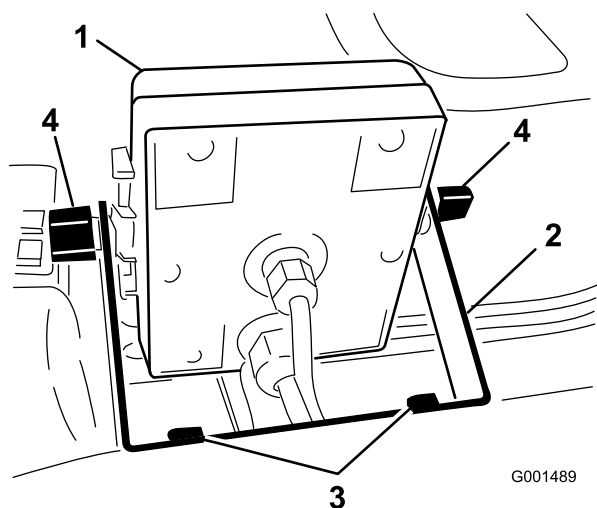
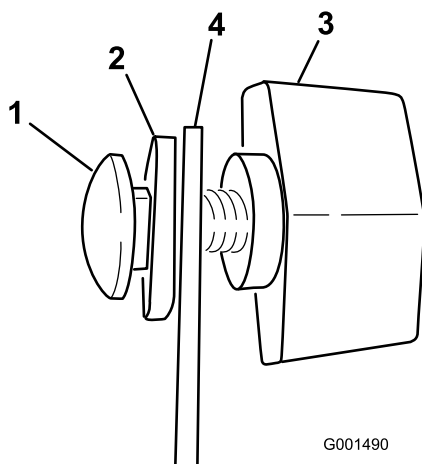

Figura 5
Figura 6
2. Montate la staffa del monitor bracket sulla plancia (Figura 5) usando due bulloni a testa flangiata (1/4 x 3/4 poll.) e due dadi flangiati (1/4 poll.).
3. Montate sulla staffa, senza serrarli, i due bulloni a testa tonda, le rondelle elastiche e le manopole, come illustrato nelle Figura 5 e Figura 6.
6. Montate il monitor Spray Pro sopra la testa dei bulloni a testa tonda (Figura 5) quindi serrate le manopole per ancorarlo.